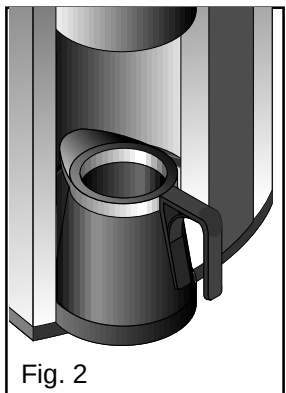

Fig. 2
- Tag spildbakken (4) ud af automaten og fjern låget (5) (fig. 2).
- Tøm spildbakken (4)
Aftør spildbakkeføleren (6) (fig. 2, 3).
- Rengør risten til spildbakken (3) og spildbakken (4) i varmt vand tilsat rengøringsmiddel og tør dem af (fig. 2).
- Aftør automaten udvendigt, udleveringsrummet og åbningen til føleren samt reflektoren (1) med en opvredet klud (fig. 2)
- Gennem åbningen i højre dør (fig. 2) foretages følgende: sikkerhedskontakten (1) og skylletasten (2)